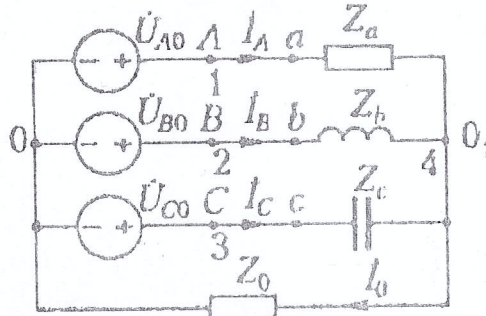

Рис.3.26.
- №302. В цепи симметричный источник с напряжением фазы  $U_\phi = 12 \text{ В}$  подключен к несимметричной нагрузке, соединенной звездой с нулевым проводом (рис.3.26). Найти токи  $I_A, I_B, I_C, I_0$ , если фазные сопротивления нагрузки одинаковы  $Z_\phi = 2 \cdot e^{-j30^\circ}$ . Построить векторную диаграмму напряжений и токов.